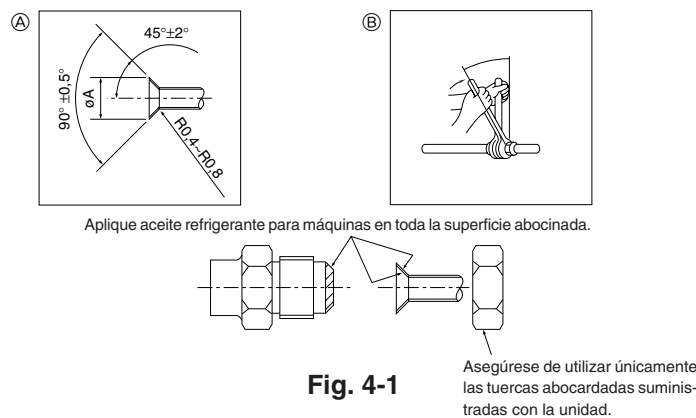

Fig. 4-1
4.2. Unidad interior (Fig. 4-1)